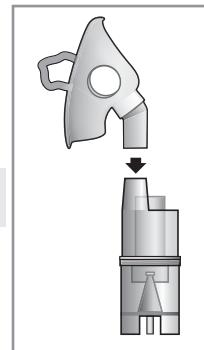

Рис. 3
6. В зависимости от вида ингаляции, непосредственно к верхней части небулайзера присоедините либо мундштук, либо насадку для носа, либо маску (рис. 3). Небулайзер держите вертикально или присоедините к корпусу прибора с помощью держателя для небулайзера.